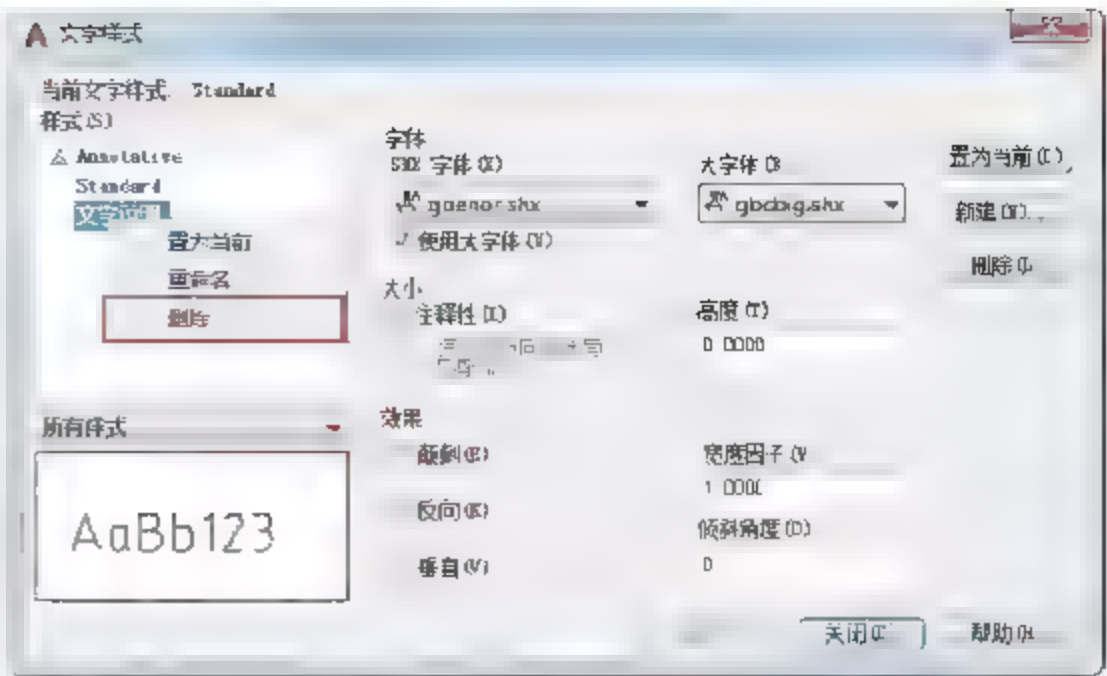

图6-15 选择命令
- 在【文字样式】对话框的【样式】列表框中选择要删除的样式名,右击,在弹出的快捷菜单中选择【删除】命令,如图6-15所示。